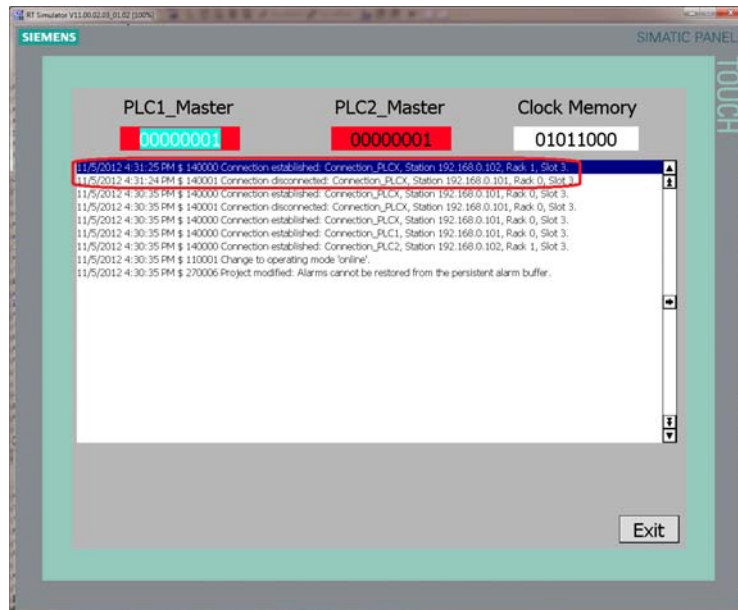

图 14
(B) 手动停止 PLC1，变量 PLC1_Master 仍为 1；而变量 PLC2_Master 变为 1，超出上限触发系统函数 ChangeConnection，连接 Connection_PLCX 指向 PLC2，如图 14 所示。